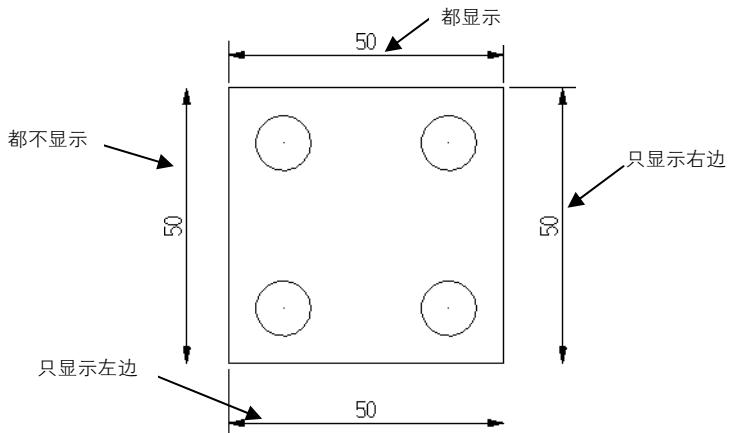

图 5-15 尺寸界线显示形式
- ：该按钮用于设置两条尺寸界线的显示状态。通过分别单击该按钮，会出现 4 种显示状态，如图 5-15 所示。